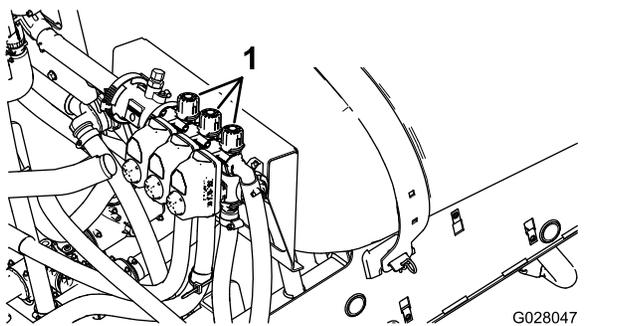

図 29
13. 右ブームバイパスノブ 図 29 を使って、先ほどと同じ水圧一般的には 2.75Bar = 2.8kg/cm² = 40psiに調整する。
15. 中央ブームバイパスノブ 図 29 を使って、先ほどと同じ水圧一般的には 2.75Bar = 2.8kg/cm² = 40psiに調整する。